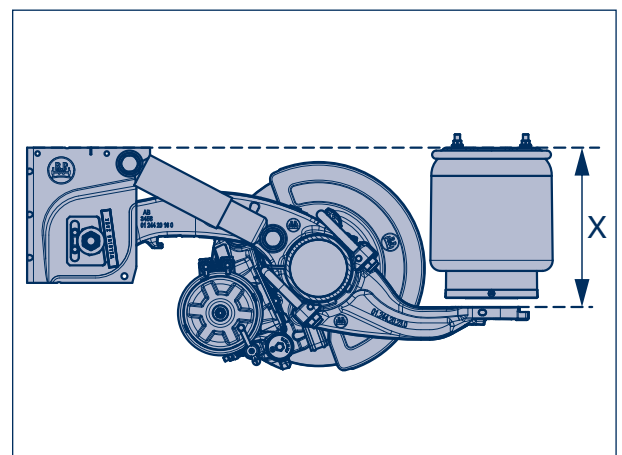

Bild 11
- [20] Das Abstandsmaß X (Bild 11) messen. Dieses muss mit dem festgehaltenen Wert aus Arbeitsschritt [7] übereinstimmen. Toleranz +/- 1 mm.